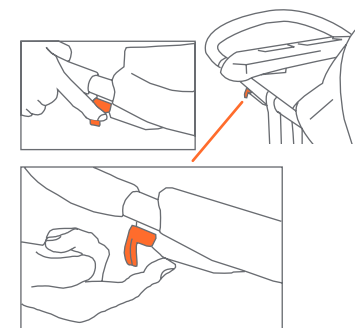

Fig. 16a
16) • La poussette est équipée d'un dispositif de blocage de la roue avant. Fig. 16A est un type de commande à distance du levier situé sous la poignée latéral droit. Tirer pour dégager la roue et pousser à engager le dispositif de verrouillage situé sous le repose-pied. Le blocage des roues avant de la Fig. 16B fonctionne dans un mouvement vertical de haut en bas, le verrouillage et le déverrouillage des roues.